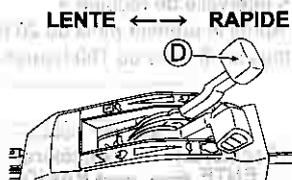

Fig. 19. (W721 / W721PRO)
5 Ajustez la vitesse de tonte avec le Levier de changement de vitesse (D). (Voir Fig.19.)